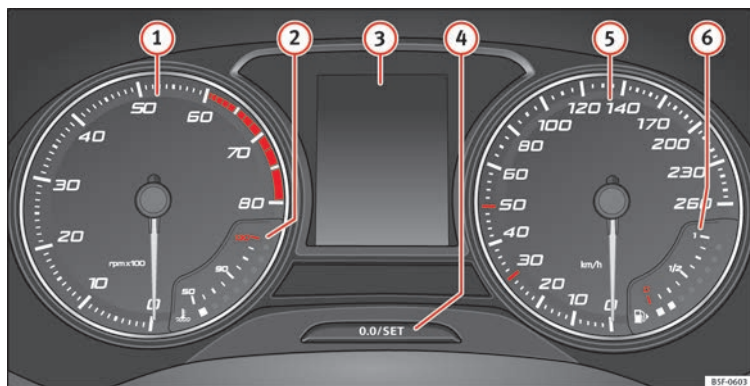

Fig. 117 Quadro strumenti nel cruscotto.
Spiegazioni sugli strumenti » fig. 117:
Il contagiri indica il numero di giri del motore al minuto » **fig. 117 ①**.
La lancetta del contagiri ① » **fig. 117** dovrebbe rimanere il meno possibile nel settore rosso, altrimenti si rischia di danneggiare il motore.
All'accensione del quadro strumenti, sul display » **fig. 117 ③** vengono visualizzate informazioni differenti, a seconda dell'equipaggiamento del veicolo:
- Premere brevemente il pulsante » **fig. 117** ④ per riportare il contachilometri parziale a 0.
- Mantenendo premuto il pulsante ④ per circa 3 secondi verrà visualizzato il valore precedente.
- Per regolare l'orologio, mantenere premuto il pulsante » **fig. 117** ④ per più di 3 secondi per selezionare l'indicatore delle ore o dei minuti.
- Per proseguire con la regolazione, premere la parte superiore o inferiore del pulsante ④. Per far scorrere i numeri rapidamente, mantenere premuto il tasto.
- Premere nuovamente il pulsante ④ per concludere la regolazione dell'orologio.
Mantenere premuto il pulsante » **fig. 117** ④ per più di 15 secondi per visualizzare le lettere distintive del motore (MKB) del veicolo. A tal fine, l'accensione deve essere inserita e il motore spento.
L'indicatore della temperatura del liquido di raffreddamento (**2** » **fig. 117**) funziona solo a quadro strumenti acceso. Per evitare danni al motore si raccomanda di seguire i consigli riportati qui di seguito.